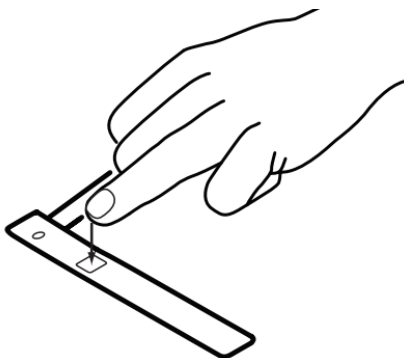

Fig. 15-15 Colocación sensor NEO en PED.
1. Consulte la Fig. 15-15. Oriente el cable del sensor de modo que corra por el dorso de la mano. Coloque el detector en la parte carnosa del dedo. Como alternativa, también se puede colocar el sensor en un dedo del pie (no se muestra).